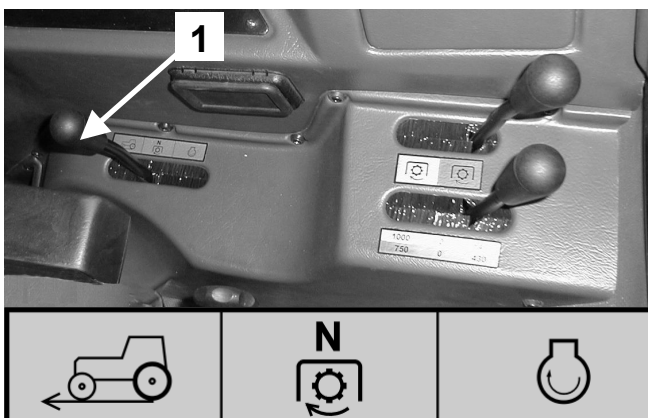

Abb.D-20 Steuerhebel des Zapfwellenantriebs (Umschaltung zur abhängigen / unabhängigen Umdrehung und das Piktogramm)
- den Hebel **1** (**Abb.D-20**) nach vorne drücken (in der Fahrtrichtung des Schleppers);
- den Hebel 1 (Abb.D-20) nach hinten drücken
ACHTUNG ! Die Mittellage des Hebels 1 (Abb.D-20) ist die Nullstellung. Wenn der Hebel in dieser Lage bleibt, der Zapfwellenantrieb ist ausgeschaltet.